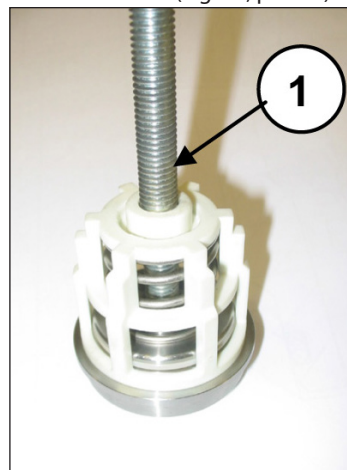

Fig. 37
- Desmonte os grupos da válvula de aspiração e de fluxo, soltando um parafuso M10 suficientemente longo, de modo a poder agir na placa da válvula e extrair a guia da válvula do local da válvula (Fig. 37, pos. ①).